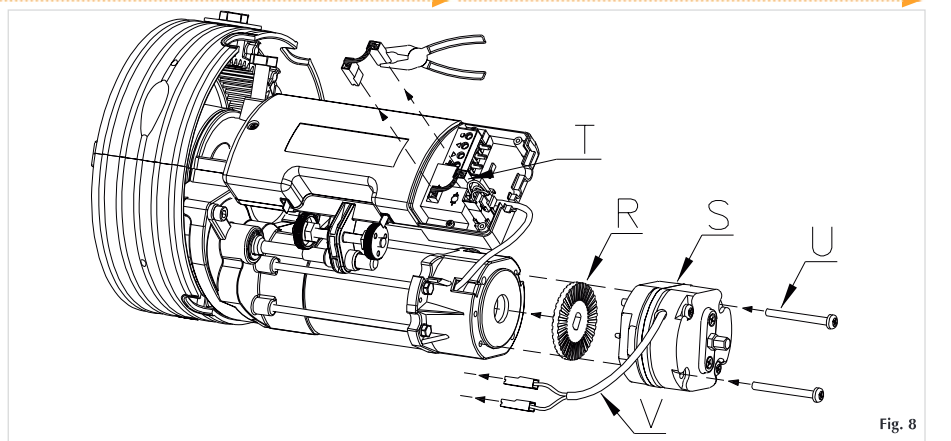

Fig. 8
- 1) Insertar el frenos (R) en la parte posterior del motor eléctrico como mues la fig.8.
- 2) Fijar el electrofreno (S) al motor a través de los tornillos M5x50 (U).
- 3) Eliminar el Puente (T) del final de carrera. **No dañar el puente tirando del hilo y mantenerlo para su uso futuro**
- 4) Conectar los dos hilos electricos (V) del freno en el final de carrera.